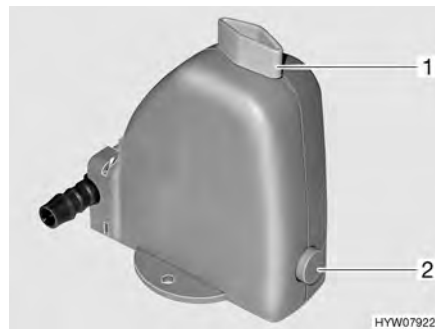

Fig. 174 Valvola di sicurezza/di scarico del boiler
Il boiler è dotato di una valvola di sicurezza/di scarico (Fig. 174). La valvola di sicurezza/di scarico impedisce che l'acqua congeli nel boiler in presenza di basse temperature esterne, quando il riscaldamento dell'autocaravan non è acceso.
- Chiudere la valvola di sicurezza/di scarico. A tal fine ruotare la manopola (Fig. 174,1) verticalmente rispetto alla valvola di sicurezza/di scarico e premere verso l'interno il bottone automatico (Fig. 174,2).
- Aprire la valvola di sicurezza/di scarico. A tal fine ruotare la manopola (Fig. 174,1) nel senso della lunghezza della valvola di sicurezza/di scarico. Il bottone a pressione (Fig. 174,2) scatta all'infuori. Il boiler viene svuotato verso l'esterno tramite la valvola di sicurezza/di scarico.